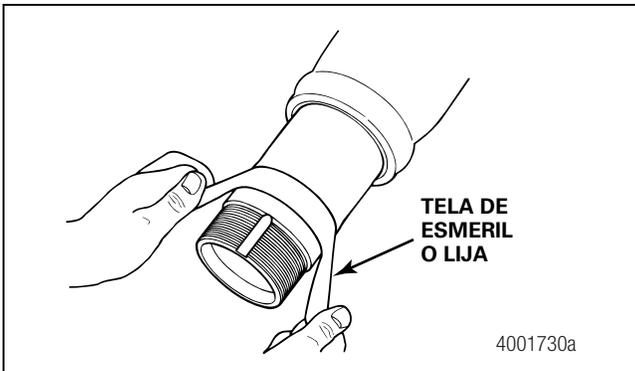

Figura 4.35
2. Revise la espiga del eje y el contorno del diámetro interior de la maza para verificar que no haya rayaduras, abolladuras ni marcas. Si las hay, repárelas con una tela de esmeril o lija. Figura 4.35.